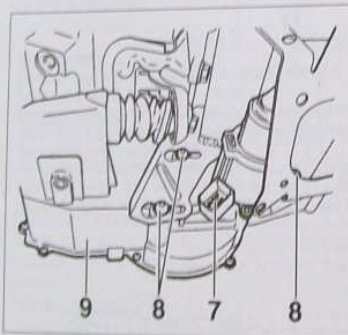

FIG.8
- le calculateur d'injection (3).
- le calculateur de direction assistée (4).
- le boîtier de filtre à air (5).
- la batterie (2).
- le conduit d'air et le résonateur (6).
- Débrancher le connecteur (7) de l'actionneur (9) (Fig.8).